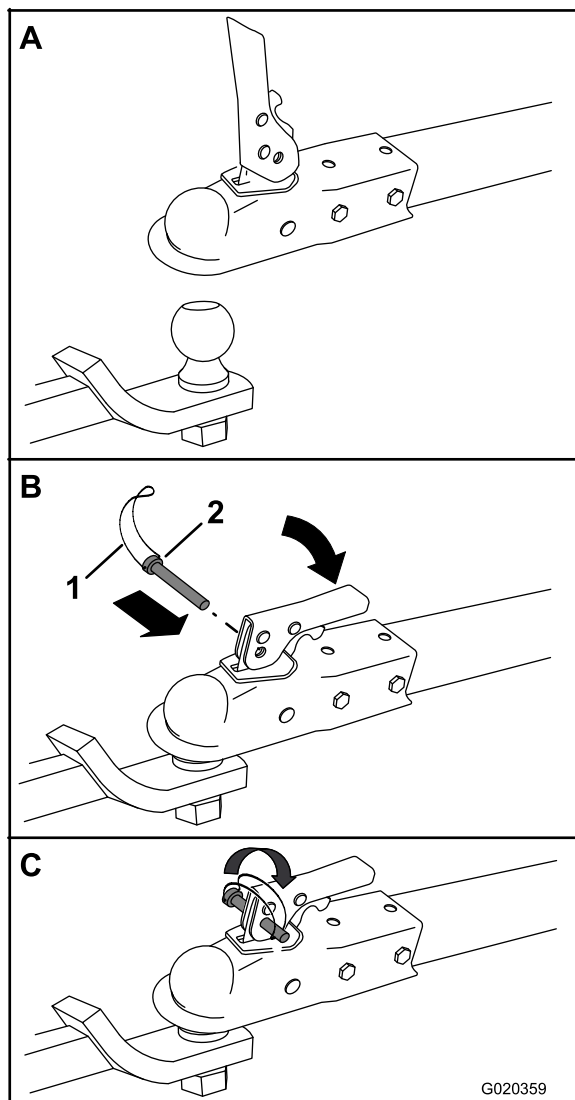

Figure 17
2. Ouvrez le verrou du coupleur (Figure 17).
3. Placez le coupleur au sommet de la boule d'attelage (Figure 17).
4. Fermez le verrou du coupleur (Figure 17).
5. Ouvrez le bras de la goupille de sécurité et insérez la goupille dans le trou du verrou (Figure 17).
6. Rabattez l'extrémité libre du bras sur le côté de la goupille de sécurité qui dépasse du verrou (Figure 17).